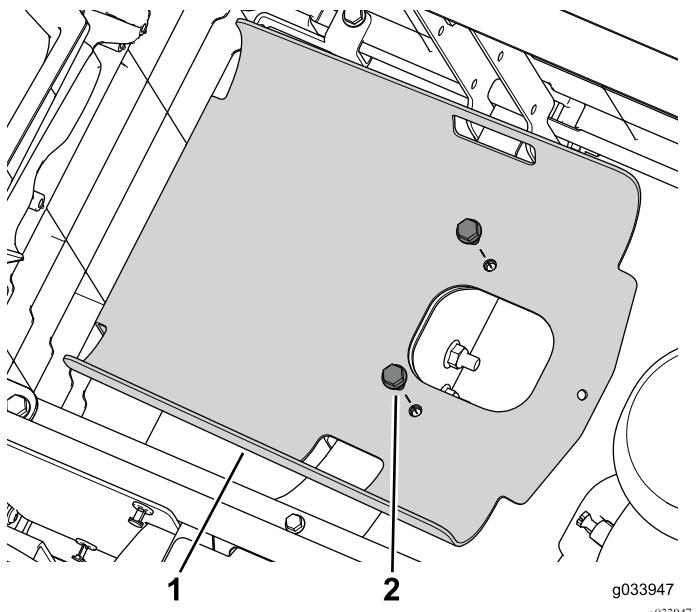

Рисунок 47
- С помощью крепежных деталей, снятых ранее, прикрепите ранее снятую с машины левую панель в сборе к задним панелям основания сиденья (Рисунок 46 и Рисунок 47).